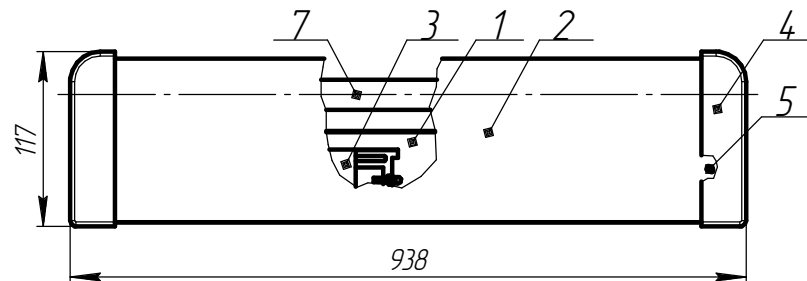
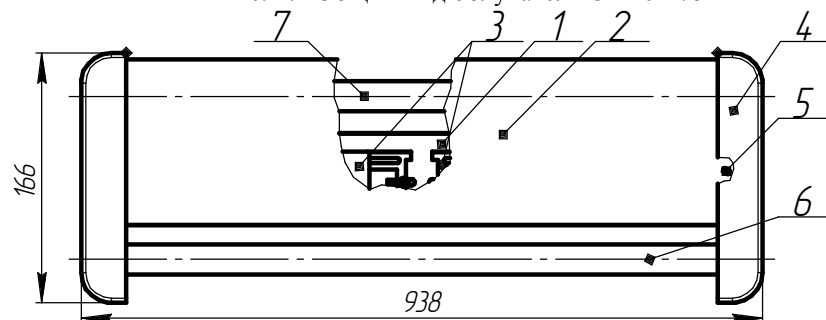

Рис. 1.1 Общий вид облучателя ОБН01-75
Рис. 1.2 Общий вид облучателя ОБН01-150
4.2 Облучатель (рис. 1.1, рис. 1.2) состоит из корпуса 1, в котором размещена электросхема, аппаратов пускорегулирующих 3, двух крышек 4, защитного экрана 2, закрепленного к корпусу винтами 5. На стенке корпуса имеются два отверстия для подвеса на стену.
4.3 В облучатели типов ОБН01-150 (рис. 1.2) устанавливаются две лампы: открытая 6 и экранированная 7 с возможностью их раздельного включения, в облучатели типов ОБН01-75 устанавливается только экранированная. Выключатель для открытой лампы должен устанавливаться вне облучаемого помещения.